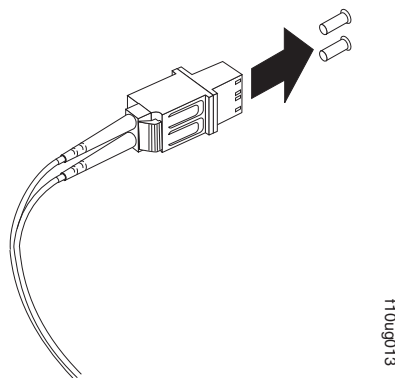

图 32. 卸下 LC-SC 电缆适配器保护帽
3. 从 LC-SC 电缆适配器末端的 LC 接口卸下两个保护帽，如图 32 中所示。请保管好保护帽以供以后使用。